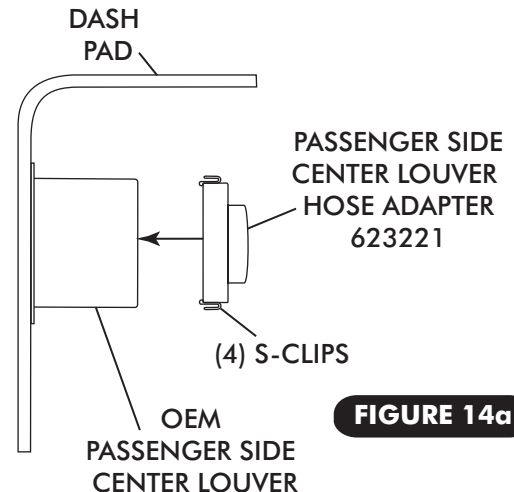

FIGURE 14a
- ☐ INSTALL (4) S-CLIPS ON PASSENGER SIDE CENTER LOUVER HOSE ADAPTER (SEE FIGURE 14a, BELOW).
- ☐ INSTALL PASSENGER SIDE CENTER LOUVER HOSE ADAPTER IN OEM PASSENGER SIDE CENTER LOUVER AS SHOWN BELOW IN FIGURE 14a.